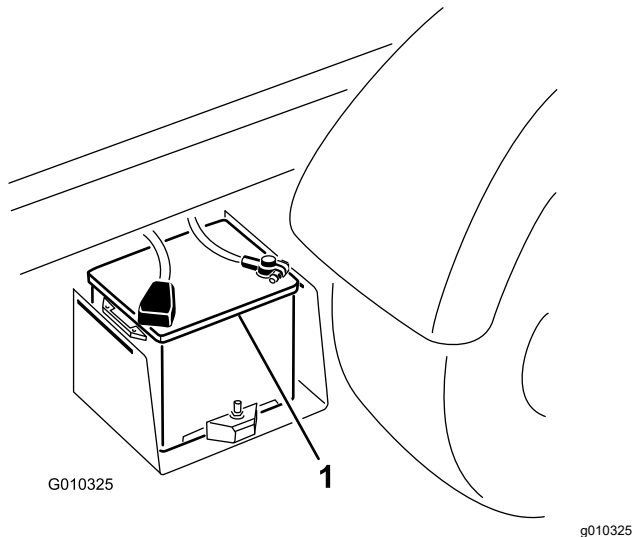

Figure 52
2. Raccordez un câble de démarrage entre les bornes positives des 2 batteries (Figure 52).